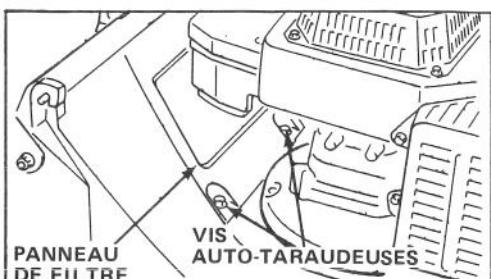

Figure 25
2. Retirer les (2) vis auto-taraudeuses de 1,27 cm (1-1/2 pouce) fixant le panneau de filtre au tablier de la tondeuse et le retirer (Fig. 25).
6. Retirer le panneau de filtre sur le carter de la tondeuse et nettoyer autour du mécanisme de frein de lame (Fig. 25 et 27).